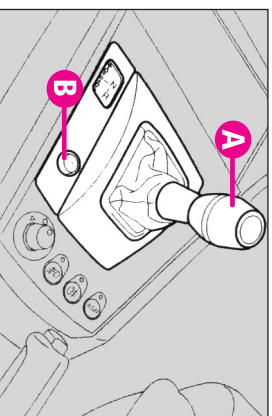

fig. 124
- modul automat, numit **CITY**, în care sistemul decide direct schimbarea treptelor de viteză (acest mod se selectează prin apăsarea butonului **B-fig. 124**).
Schimbarea vitezelor se face prin levierul de control (**A fig. 124**), de tip mobil cu o singură poziție centrală stabilă.